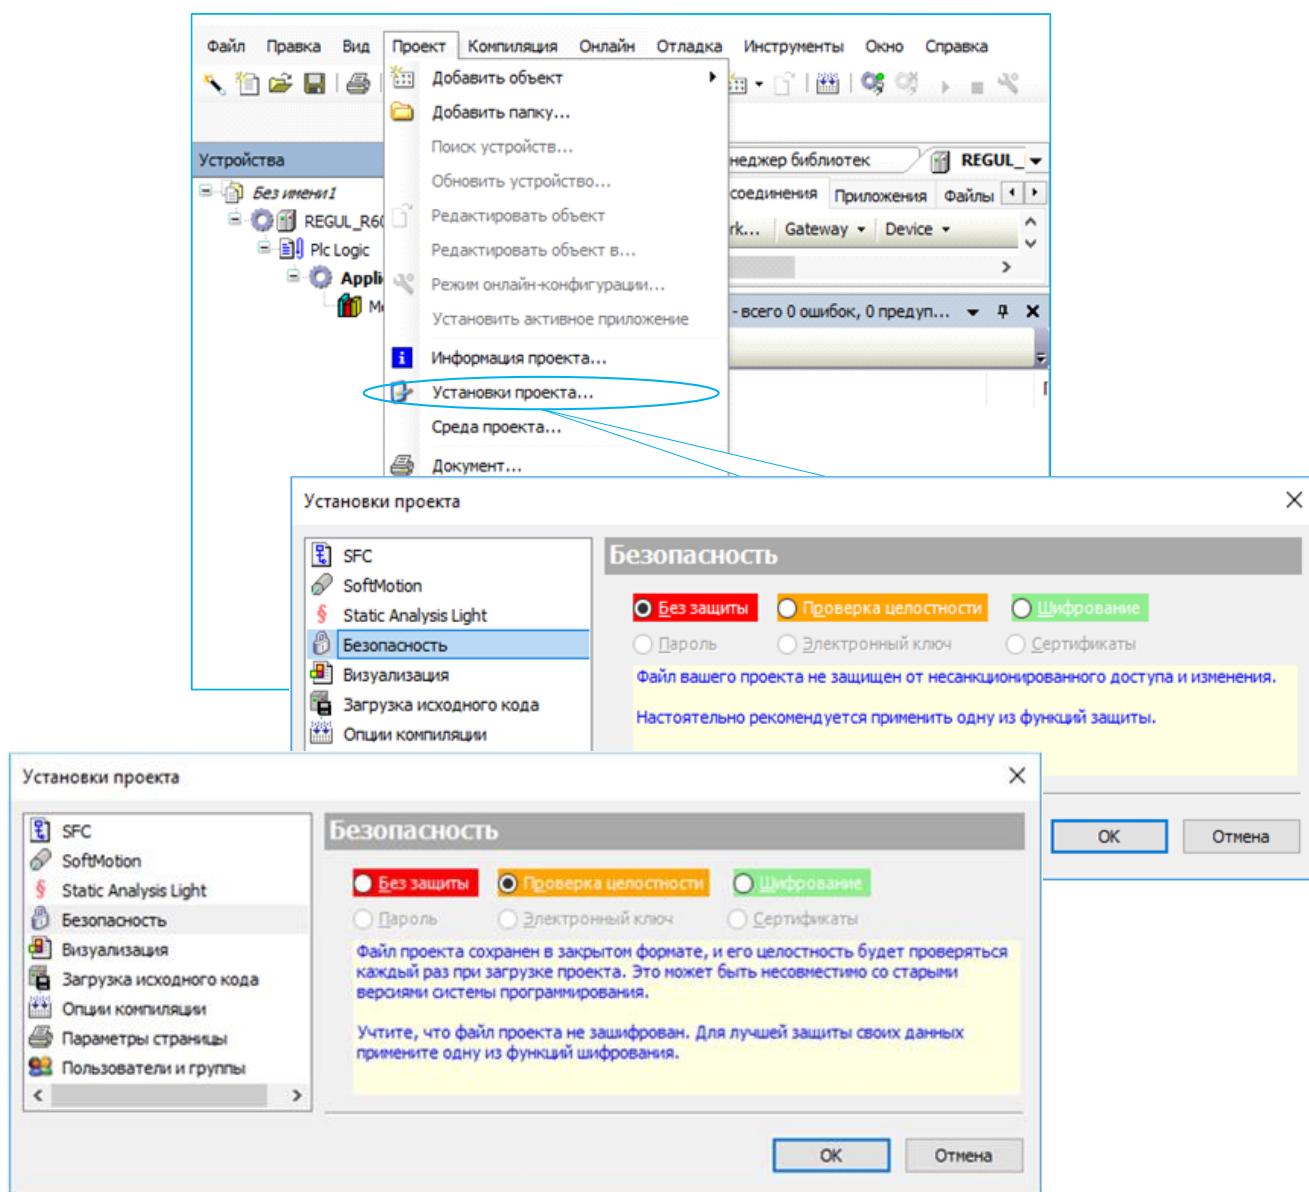

Рисунок 214 – Диалоговое окно установки защиты файл проекта
1. Выберите в основном меню команду **Проект (Project) ⇒ Установки проекта (Project Settings)...** В появившемся окне **Установки проекта** выберите категорию **Безопасность (Security)** (Рисунок 214).